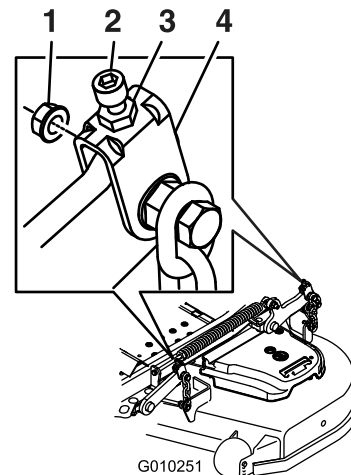

**Figure 88**
9. De chaque côté du tablier de coupe, mesurez la distance entre la surface plane et la pointe avant de la lame (position A). La distance obtenue doit être de 7,6 cm (3") (Figure 88).
16. De chaque côté du tablier de coupe, mesurez la distance entre la surface plane et la pointe arrière de la lame (position B). La distance obtenue doit être de 83 mm (3¼ po) (Figure 88).